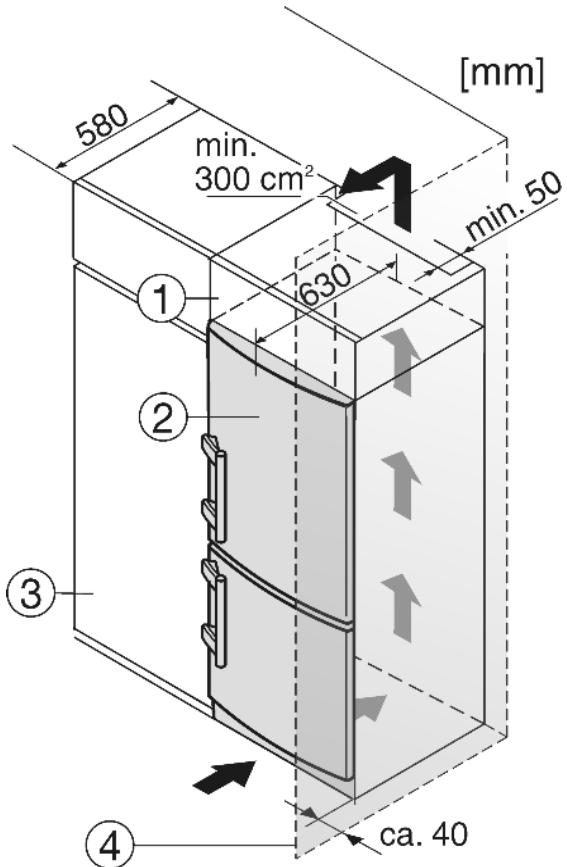

Fig. 9
- (1) Дополнительный шкафчик
(2) Устройство
- (4) Стенка
Устройство может быть окружено предметами кухонной обстановки. Чтобы уравнять устройство Fig. 9 (2) по высоте с кухонной стенкой, можно установить над устройством соответствующий дополнительный шкафчик Fig. 9 (1).
При комбинировании с обычными кухонными шкафами (глубина макс. 580 мм) устройство можно установить непосредственно рядом с кухонным шкафом Fig. 9 (3). Дверь устройства выступает по сторонам на 34 мм и по центру устройства на 50 мм относительно передней стенки кухонного шкафа. Поэтому ее можно свободно открывать и закрывать.
Если устройство установлено на шарнирах у стены Fig. 9 (4), то расстояние между устройством и стеной должно быть не менее 40 мм. Настолько выступает ручка при открытой дверце.